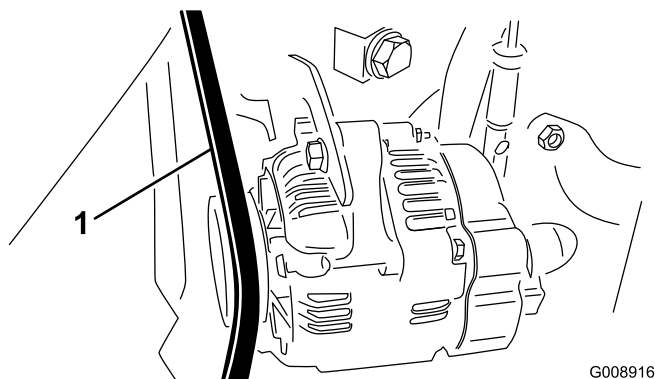

Рисунок 69
2. Проверьте натяжение, надавив на ремень генератора/вентилятора посредине между шкивами генератора и коленчатого вала с усилием 30 Н-м (Рисунок 69).